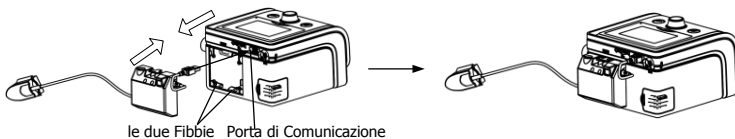

Fig. 11-12
(3) Puntare **le due Fibbie** sul retro dell'adattatore del Kit SpO₂ in direzione delle due fibbie del piatto base e spingere finché le due unità non scattano in sede. Inserire il connettore del Kit SpO₂ nella **Porta di Comunicazione** del dispositivo principale come mostrato nella Fig. 11-12.